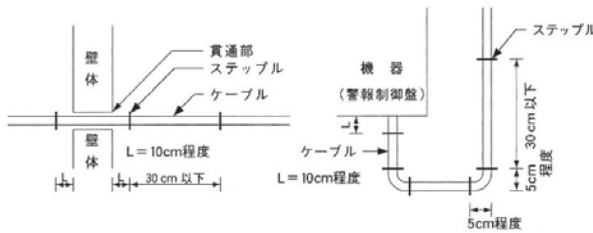
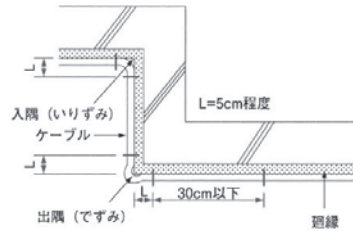

図10-9 ステップル配線の具体例1
図10-10 ステップル配線の具体例2
- 1.1 仕上り外径5mm以下の細いケーブルは、ステップルなどこれに類したのものにより次の支持間隔で堅牢に固定しなければならない。図10-9、図10-10にステップル配線の具体例を示す。